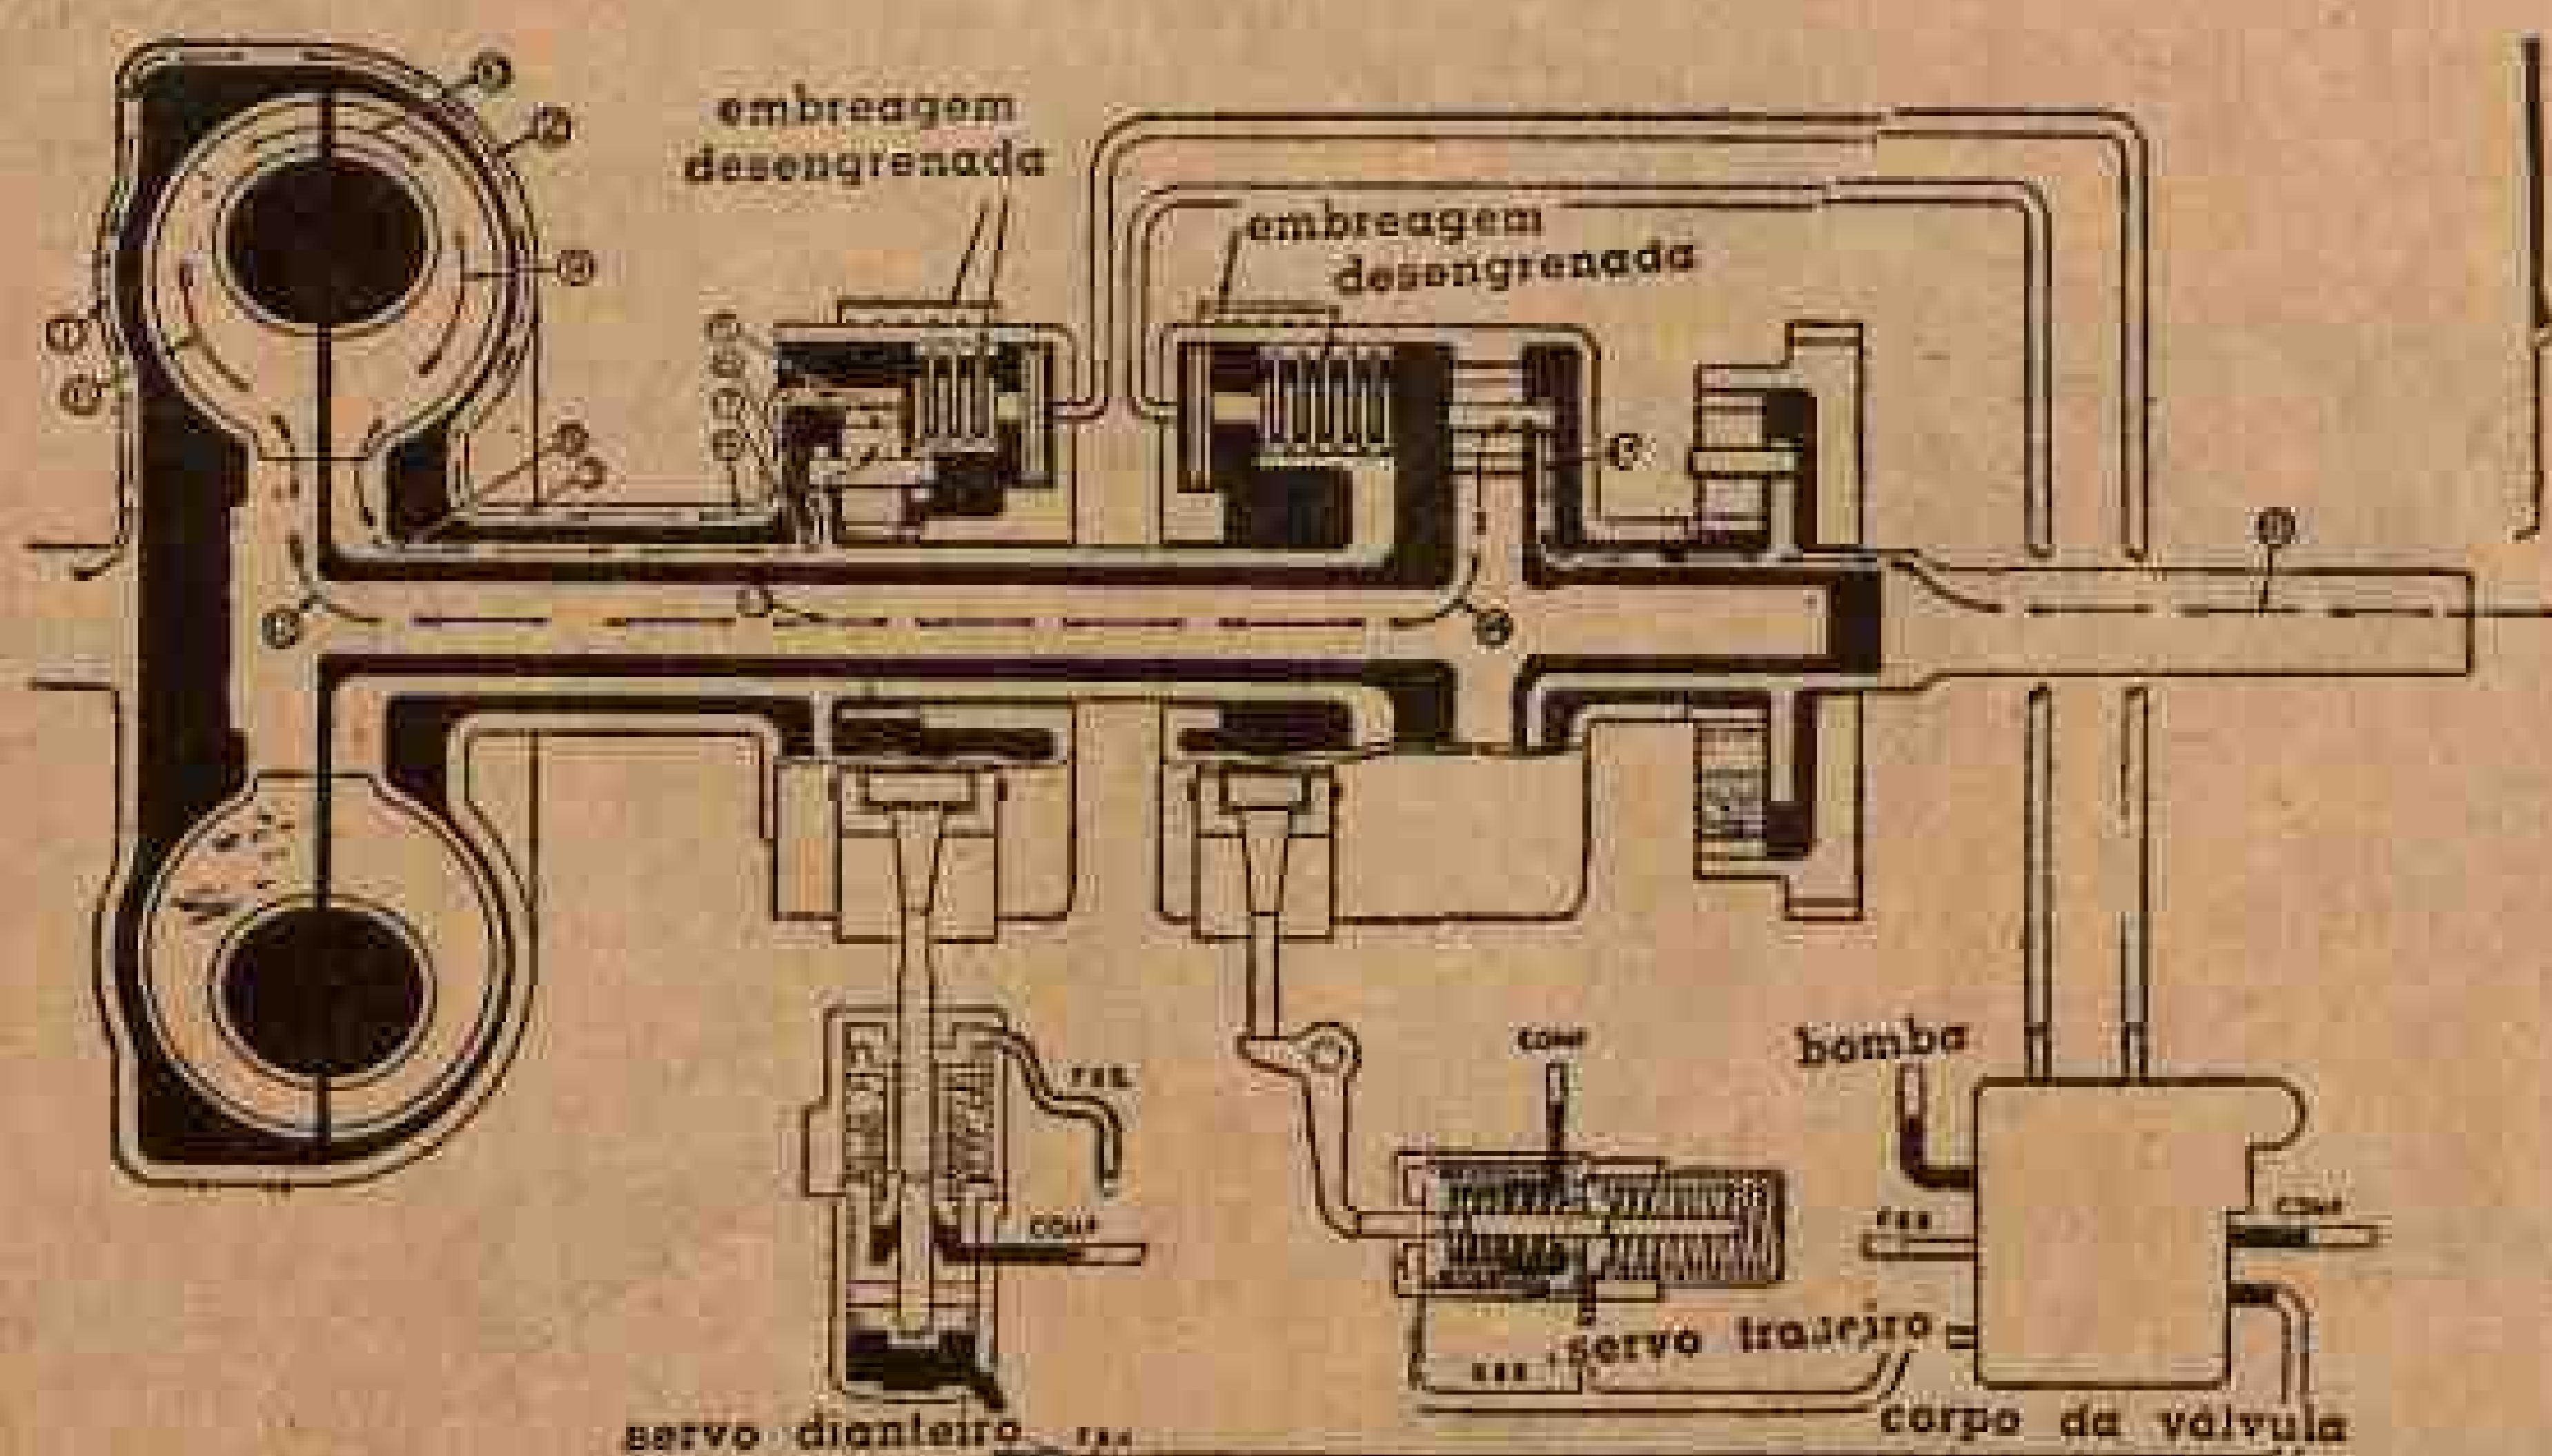

Fig. 412 — A transmissão Hydramatic em primeira velocidade.
Cada um dos dois sistemas planetários contém não apenas a engrenagem solar, a planetária e as internas mas também um tambor com cinta de freio e uma embreagem. O freio e a embreagem são operados hidráulicamente. A fig. 412 nos mostra a disposição na 1ª velocidade.
Nessa 1ª velocidade (fig. 412) as duas cintas estão ligadas e as duas embreagens estão desligadas. O ato de mover a alavanca seletora da coluna de direção de N (neutro) para DR (drive) põe em ação certas válvulas no sistema hidráulico de modo tal que os servos aplicam pressão sobre as cintas, evitando que os tambores girem. As duas embreagens são mantidas na posição solta por meio de pressão de molas. Nessas condições, a energia circula, como vemos na fig. 412, do volante do motor (1) para a coberta do acoplamento (2), chavetas (3), engrenagem dianteira (4), dentes da engrenagem interna (5), suporte da engrenagem planetária (6), eixo interme-